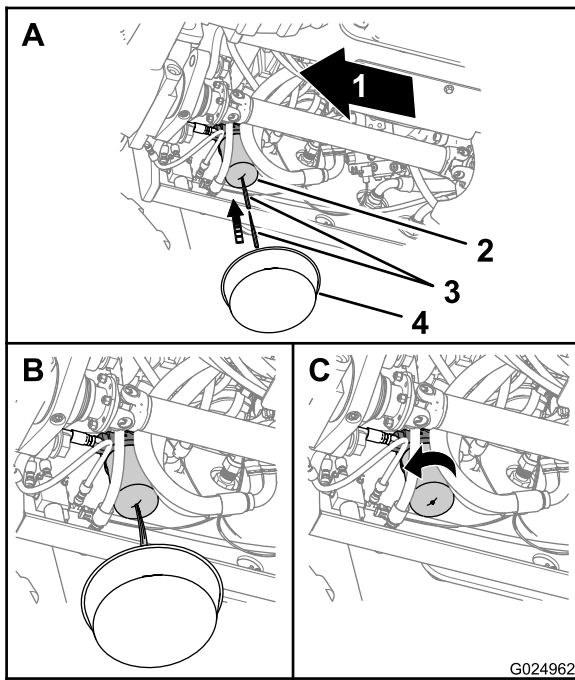

Bild 1
1. Stellen Sie eine Auffangwanne unter den Getriebeölfilter (Bild 1).
2. Stechen Sie in die Unterseite des Getriebefilters und lassen Sie restliches Hydrauliköl in die Auffangwanne ablaufen (Bild 1).
3. Entfernen Sie den Getriebefilter mit einem Filterschraubenschlüssel und werfen Sie den Filter weg (Bild 1).
6. Ziehen Sie den Filter mit der Hand um eine weitere halbe oder dreiviertel Umdrehung an, wenn der Filter den Filterkopf berührt (Bild 1).